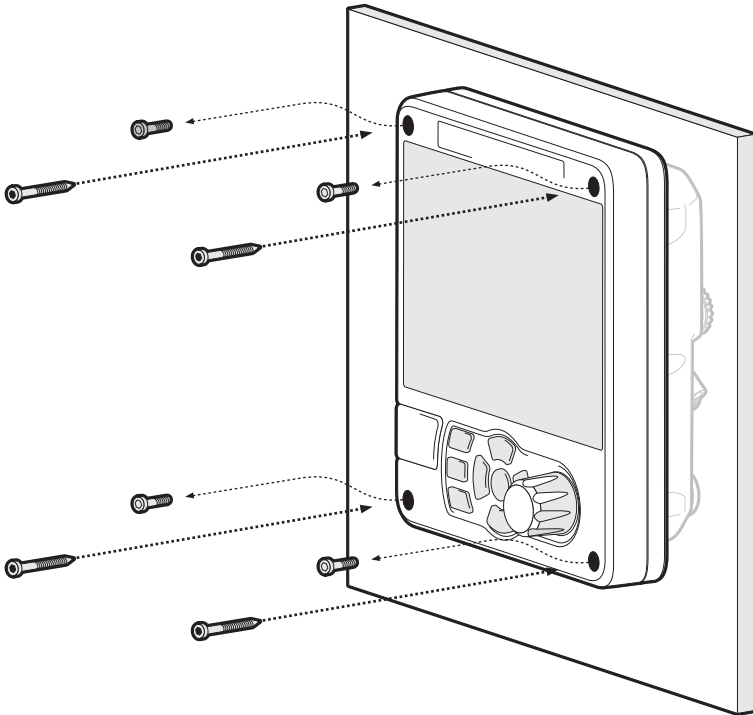

Figure 6 Installation sur panneau de l'émetteur SIA
- L'émetteur SIA peut être monté sur panneau à l'aide des quatre vis autotaraudeuses fournies. Veuillez vous reporter à la Figure 6 pour plus d'informations. L'accès derrière le panneau est nécessaire lorsqu'on utilise cette option d'installation.
Pour le montage de l'unité sur panneau, il est nécessaire de retirer les 4 vis à chapeau encastrées à l'avant de l'unité. Voir Figure 6.